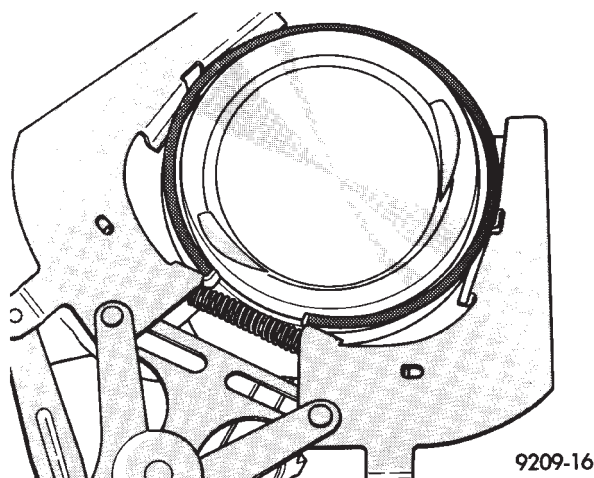

Fig. 55 Aros de pistón—Desmontaje e instalación
(1) La marca de identificación (ID) sobre la cara de los aros de pistón superior e intermedio debe apuntar hacia la corona del pistón.
(2) Utilice un dilatador de aros adecuado para retirar los aros superior e intermedio (Fig. 55).
(3) Retire el carril lateral del aro de aceite superior, el carril lateral del aro de aceite inferior y a continuación el dilatador de aros de aceite del pistón.
(4) Limpie cuidadosamente el carbón de las coronas, camisas y acanaladuras de los pistones asegurándose de que queden despejados los 4 orificios de la acanaladura del aro de control de aceite.